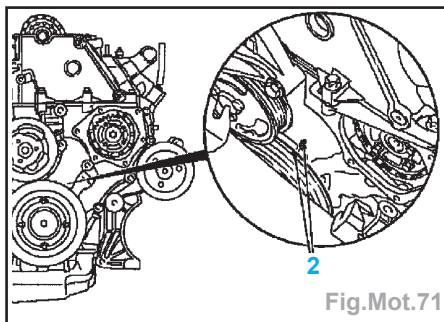

Fig.Mot.71
- Insérer l'outil **KM-929** dans l'alésage du capteur d'impulsions de vilebrequin. Tourner le vilebrequin régulièrement dans le sens de rotation du moteur. L'outil **KM-929** doit s'enclencher en butée. Les repères de la poulie de courroie de vilebrequin et de la saillie du carter de distribution doivent être alignés (2) (Fig.Mot.71).
- La flèche (1) se trouvant sur la roue de la pompe d'injection simplex doit correspondre avec l'évidement de la bride de pompe d'injection et l'alésage d'arrêt (2)